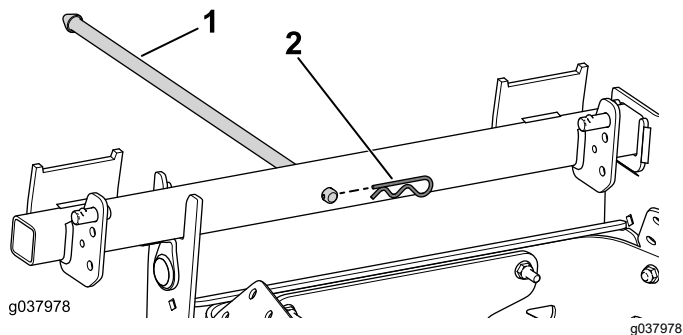

Figura 17
2. Utilizzate la coppiglia per fissare l'asta nel gruppo perno (Figura 17).
1. Montate l'asta di tenuta sul gruppo perno (Figura 17).